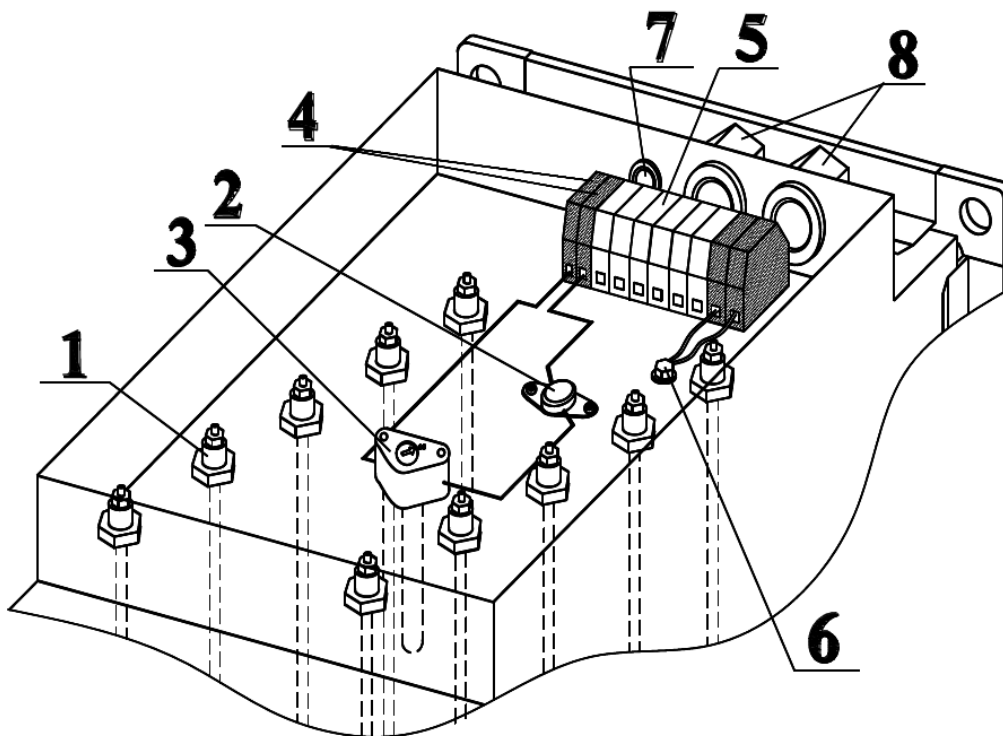

Рисунок 5.1 – Отсек электроподключения
- проводится проверка надежности крепления контактов проводов на ТЭНах (рис.5.1, поз.1) и заземления нагревателя (рис.5.1, поз. 6) а так же проверка надежности зажима кабелей питания и управления в кабельных вводах (рис.5.1, поз. 7 и 8);
термостат перегрева корпуса (рис.5.1, поз. 2) должен подавать сигнал отключения питания при нагреве корпуса более 80°C (при этом датчик по воздуху (поз.3) необходимо закоротить);